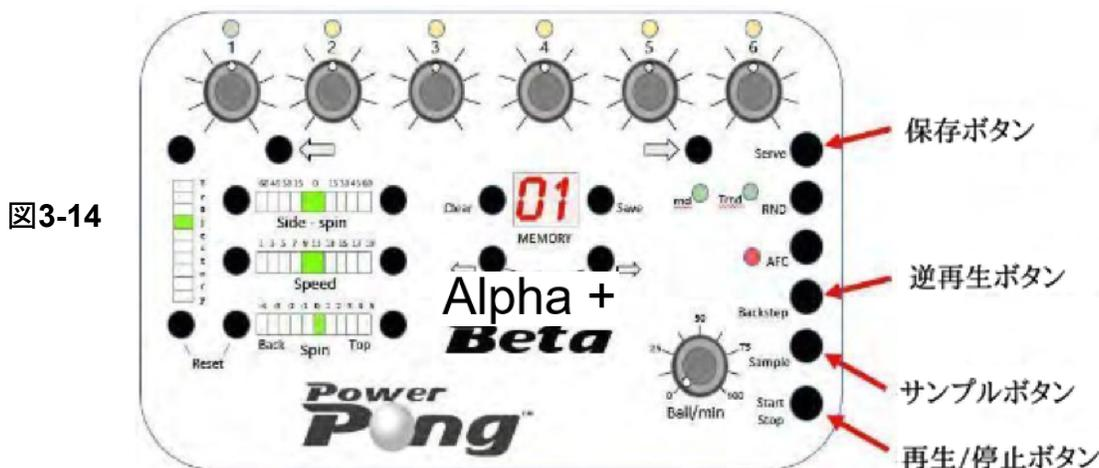

図3-14
3.5.3 逆再生ボタン (図 3-14)
3.5.4 サンプルボタン (図 3-14)
3.5.5 開始と停止ボタン (図 3-14)
3.5.6 サーブボタン (図 3-14)